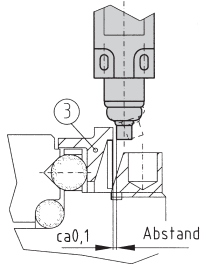

Bild 13
Der Schaltweg des Stahlschaltrings (3) aktiviert den mechanischen Endschalter oder Näherungsschalter. Sie müssen auf einer stabilen Halterung montiert werden. Abstandsmaß nach Bild 13+14 unbedingt einhalten. Nur so ist eine einwandfreie Abschaltung gewährleistet. Kommen andere Schaltelemente in Frage, müssen die für das jeweilige Produkt vorgegebenen Abstandsmaße eingehalten werden. Ohne vorherige Zustimmung von R+W Antriebselemente dürfen die Sicherheitskupplungen der Serie SK und ES nicht ohne Endschalter eingesetzt werden.